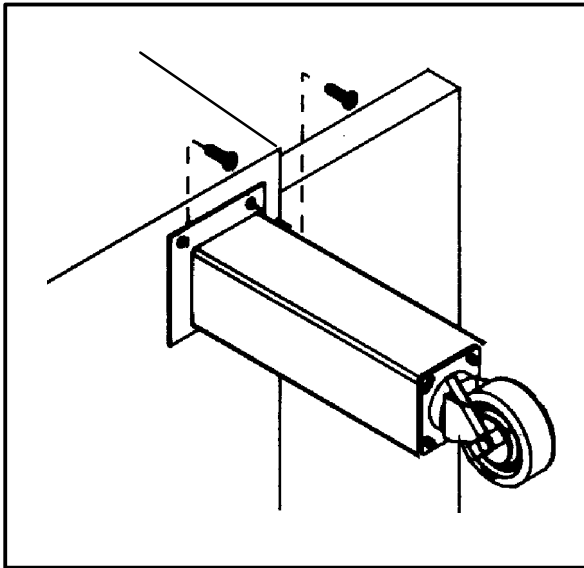

Figura 1
2. Montare i piedi di supporto e le rotelle. Seguire l'illustrazione de fianco. Ved Figura 1.